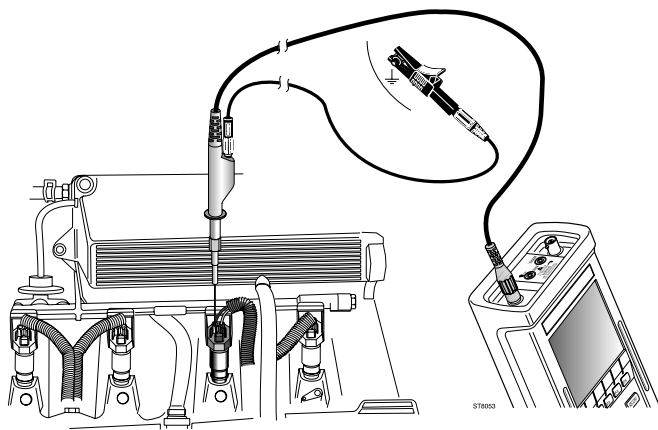

Bild 53, Testen einer Benzineinspritzung
3. Schließen Sie die Meßleitungen so an, wie dies von der Funktion **Anschlußhilfe** und in Bild 53 dargelegt wird.